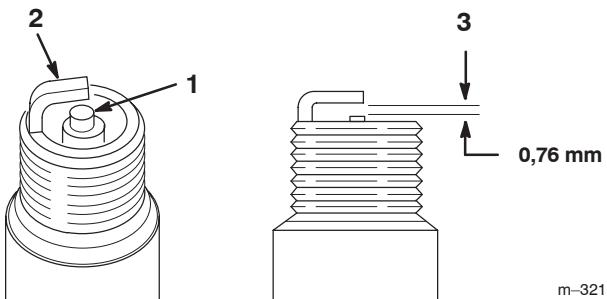

Figure 49
- Inspectez le centre des bougies (Fig. 49). Si le bec de l'isolateur est recouvert d'un léger dépôt gris ou brun, le moteur fonctionne correctement. S'il est couvert d'un dépôt noir, c'est généralement signe que le filtre à air est encrassé.
- Contrôlez l'écartement entre l'électrode centrale et l'électrode latérale (Fig. 49). Courbez l'électrode latérale (Fig. 49) si l'écartement est incorrect.